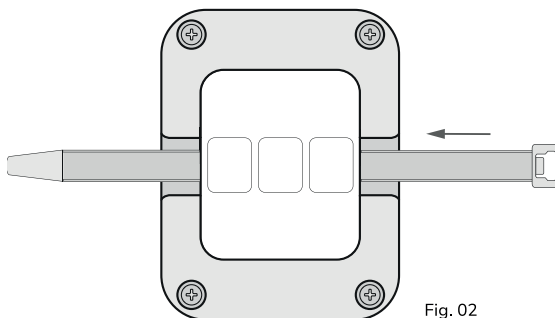

Fig. 02
2. Passe a cinta Hellermann com proteção Anti-UV que acompanha o produto pelo canal na parte frontal do sensor Fig.02.